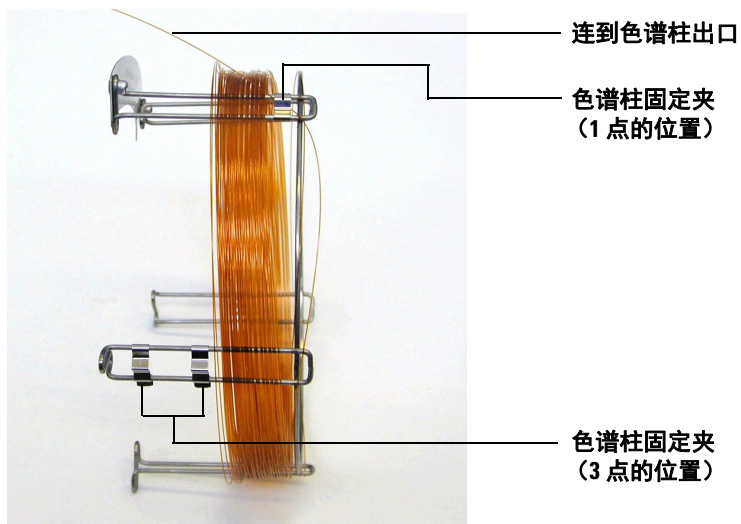

图 5 色谱柱穿过 1 点的位置
- 4 将色谱柱的出口穿过 1 点位置的固定夹，这样色谱柱的出口就会指向色谱柱架的前面。请参见图 5。